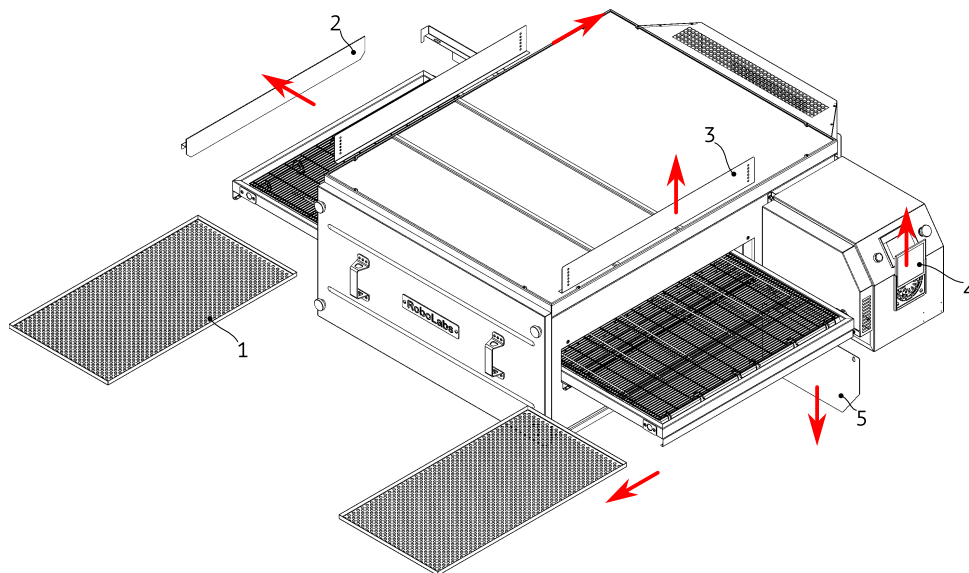

Рисунок 8
1. Снимите фильтр воздушный (4), экран тепловой (5), поддоны (1), ограничители (2), и задвижки (3), см Рис. 8.